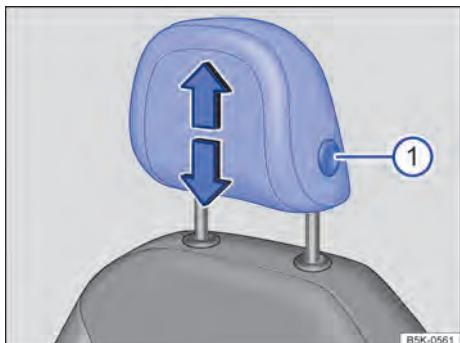

Fig. 69 Apoio para cabeça dianteiro: ajustar.
- Deslocar o apoio para cabeça para cima ou para baixo na direção da seta com o botão → Fig. 69 ① pressionado →  em *Introdução ao tema* na página 84.